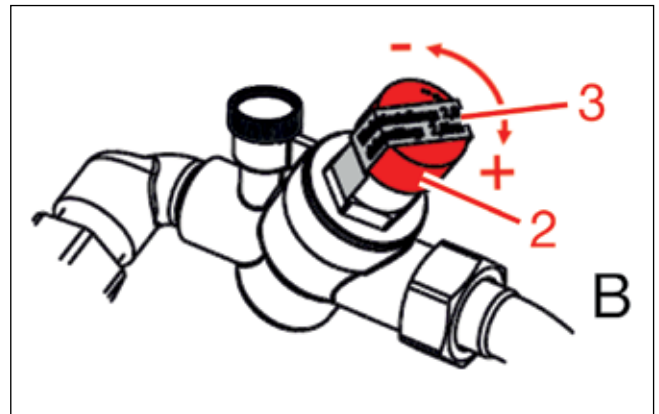

Abbildung 13: Druckminderer am EMCF Ausführung B
**Ausführung A:** Lösen Sie die Fixierschraube (1) und stellen Sie den Druckminderer auf 1,5 bar bis max. 2,0 bar ein. Anschließend ist die Schraube wieder fest zu ziehen, um die Einstellung des Druckminderers zu fixieren (Abb. 13).